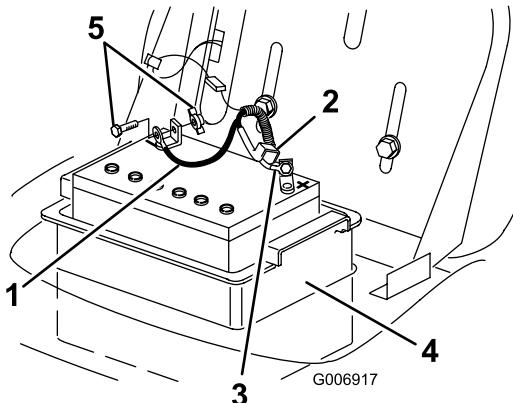

Bild 24
4. Klemmen Sie das Minuskabel (schwarz) vom Batteriepol ab (Bild 24).
- 5. Schieben Sie die Gummiabdeckung am Pluskabel (rot) nach oben. Klemmen Sie das Pluskabel (Rot) vom Batteriepol ab (Bild 24).
- 6. Nehmen Sie den Batteriekasten und die Batterie aus dem Rahmen heraus (Bild 24).
1. Setzen Sie den Batteriekasten und die Batterie in den Rahmen ein (Bild 24).
2. Schließen Sie das Pluskabel (rot) mit der Schraube und der Flügelmutter am (+) Pluspol an (Bild 24).
4. Schließen Sie das (schwarze) Minuskabel mit der Schraube und Mutter am (-) Minuspol an (Bild 24).